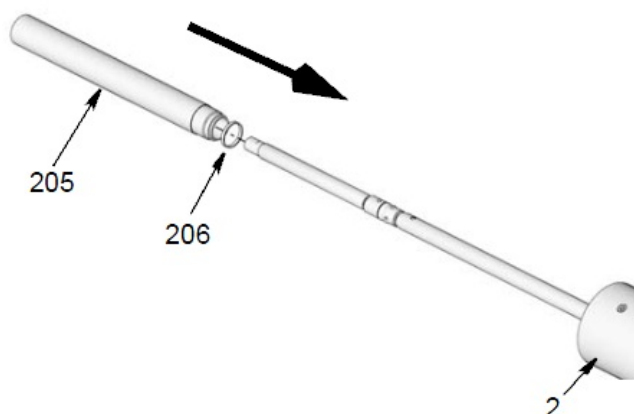

Рис. 33
10. Нанесите тонкий слой смазки по окружности шайбы (206). Установите шайбу на конец шайбового цилиндра (205). Сдвиньте цилиндр на шатунную группу, как показано на рис. 33. Вверните конец цилиндра в нижнюю часть адаптера насоса (2). Поверните цилиндр с использованием трубного ключа до тех пор, пока он не затянется.